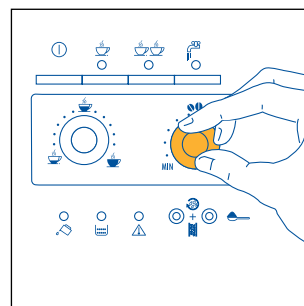
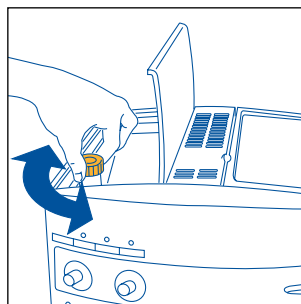

Fig.7
Fig. 17
- 2) Regulér knappen til højre (fig.7) for at indstille den ønskede kaffesmag. Jo mere den drejes med uret, jo større bliver mængden af kaffebønner, som maskinen maler, og derfor vil kaffe komme til at smage tilsvarende stærkere. Ved førstegangsbrug skal man foretage flere prøver og brygge kaffe flere gange, indtil man finder ud af knappens korrekte position. Pas på ikke at dreje for meget med uret, for ellers risikerer du at opnå et for langsomt udløb (i dråber), især når du skal brygger to kopper kaffe.
BEMÆRK 1: Hvis kaffen løber ud dryppende eller slet ikke løber ud, er det nødvendigt at dreje knappen til regulering af malingsgraden (fig. 17) med uret, indtil den siger klik en gang (jvf. par. 6). Prøv et klik ad gangen, indtil du finder en tilfredsstillende kaffebrygning.
BEMÆRK 2: Hvis kaffen løber for hurtigt ud og kaffecremen ikke er tilfredsstillende, drej knappen til højre lidt (fig.7) med uret. Man skal foretage flere prøver og brygge kaffe flere gange, indtil man finder ud af knappens korrekte position. Pas på ikke at dreje for meget mod uret, du risikerer at få en for lang udstrømning (dryppende), især når man ønsker to kopper kaffe. Hvis efter nogle kopper kaffe kaffecremen endnu ikke er tilfredsstillende, drej også knappen til regulering af malingsgrad (fig.17) mod uret indtil den siger klik en gang (jvf. par. 6).
For at undgå det, er det nødvendigt at regulere kaffens malingsgrad ved at dreje knappen til regulering af malingsgrad (fig.17) mod uret, indtil den siger klik en gang (som beskrevet i kap. 6).
Kaffekværnen skal ikke reguleres, i hvert fald i starten, fordi den er blevet forud indstillet på fabrikken, for at opnå korrekt kaffeudløb. Efter at man har brygget de første kopper kaffe, hvis kaffeudløbet skulle være for hurtigt eller for langsomt (dryppende), er det nødvendigt at genindstille malingsgraden ved hjælp af knappen til regulering af malingsgrad (fig. 17).